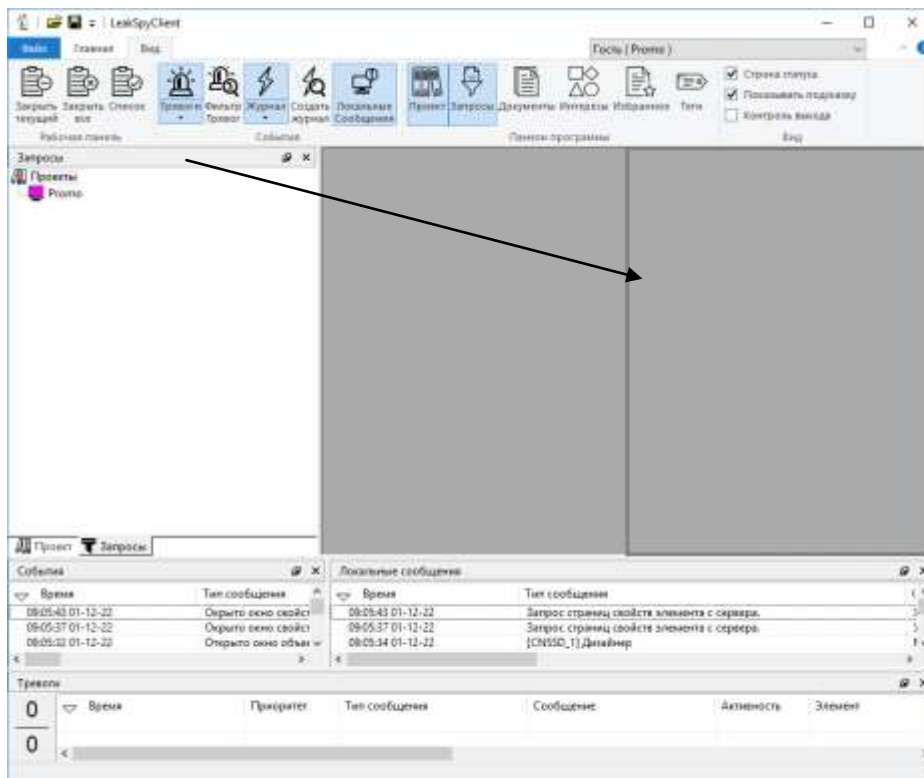

Рисунок 3.10
Если необходимо переместить панель внутри панели (поменять порядок вкладок), то нажмите кнопкой мыши над меткой вкладки (1)(Рис.3.10) и не отпуская кнопки мыши - переместите вкладку в нужное место.